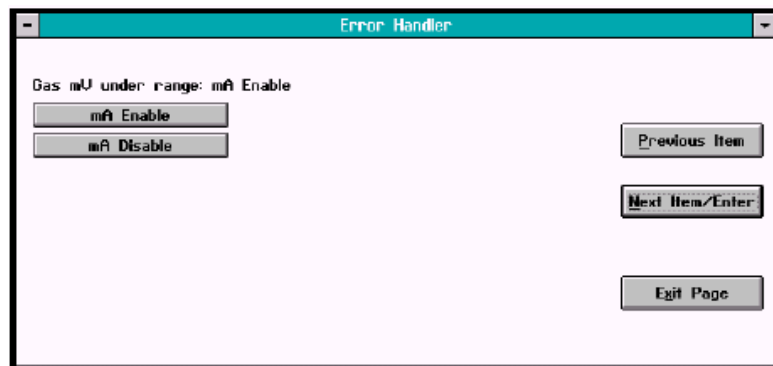

図 3-28 *Gas mV Under Range* ウィンドウ
*Gas mV Under Range* および *Gas mV Over Range* オプションで、メインガスの信号の誤差処理を有効または無効にします。図 3-28 のようなオプションウィンドウが表示されます。